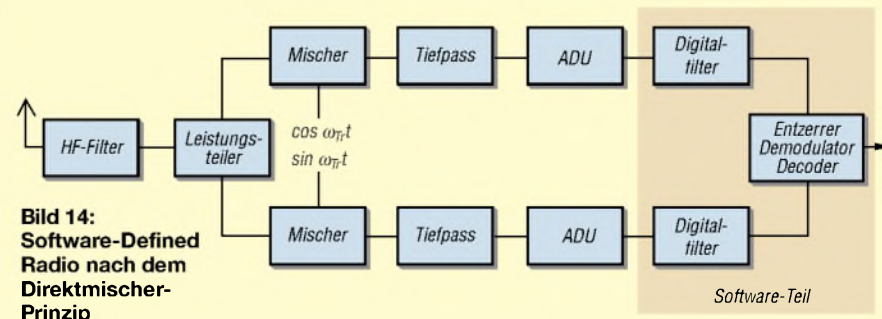

Bild 14: Software-Defined Radio nach dem Direktmischer-Prinzip
Die Darstellung von (1) wird mit einem so genannten Quadraturmischer erzeugt, Bild 13. Damit lässt sich das Empfängerblockschaltbild aus der vorigen Ausgabe gemäß Bild 14 ge-